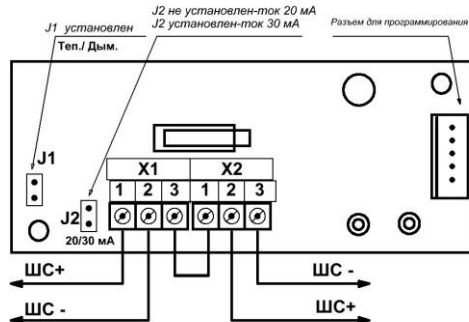

Рис.3
2) имитация активного дымового извещателя. Сигнализация осуществляется путем уменьшения внутреннего сопротивления извещателя (рисунок 3);